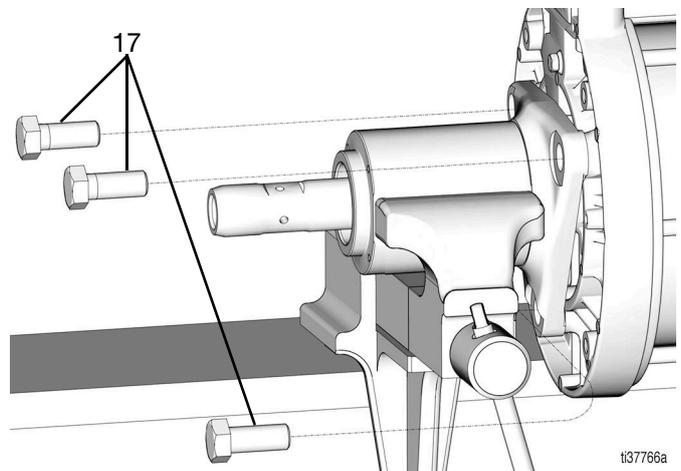

图 23
7. 更换出口外壳适配器螺栓 (17) 并手动拧紧（图 23）。